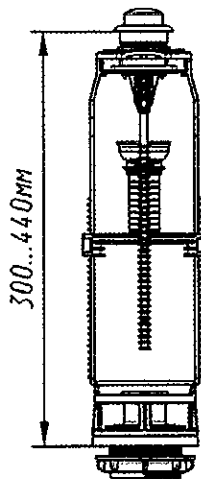

Рис.2 Установочная высота изделия
- 2.1 Регулируемая установочная высота изделия (рис. 2) 300...440 мм.